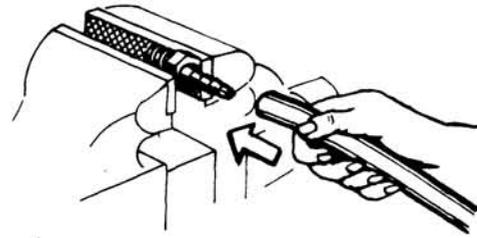

Fig. 3
- a Corte la manguera y aceite su interior y la parte exterior de la boquilla del racor (fig. 3).